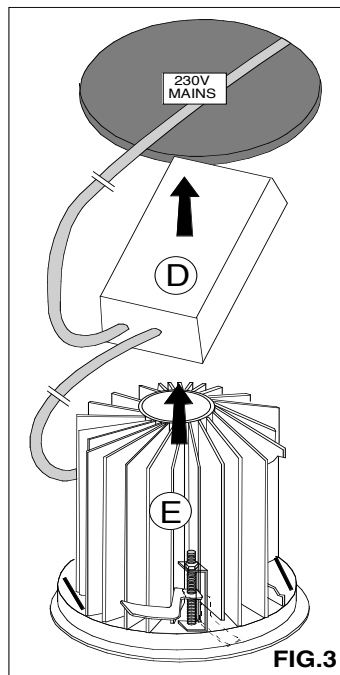

FIG.3
- Collegare il cavo di rete all'alimentatore in dotazione. **FIG.3**
- Inserire alimentatore e apparecchio nel foro del controsoffitto e bloccarlo agendo sulle 2 staffe di bloccaggio **C** tramite vite a brugola con chiave adeguata. **FIG.3/4/5**
- Connect the network cable to the control gear supplied. **FIG.3**
- Insert the control gear and the fitting into the false ceiling and secure it by acting on the 2 fixing brackets **C** using the Allen screw with the proper key. **FIG.3/4/5**
- Branchez le câble de réseau à l'alimentation fournie. **FIG.3**
- Insérez l'alimentation et l'appareil dans le faux plafond et fixez-le en agissant sur les 2 étriers de fixation **C** avec l'aide de la vis allen et clé adéquate. **FIG.3/4/5**
- Schließen Sie das Netzkabel mit dem mitgelieferten Netzadapter. **FIG.3**
- Legen Sie Netzteil und Leuchte durch das Loch in der Decke, blockieren, die auf 2 Klemmbügel **C** mit Schrauben mit einen geeigneten Schlüsse. **FIG.3/4/5**